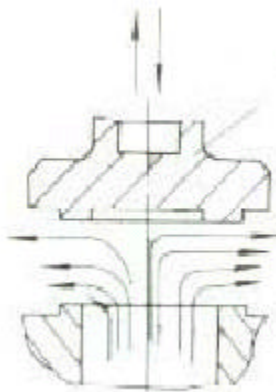

图1-1 截门形
- (1) 按结构特征，即根据关闭件相对应阀座的移动方向可分为：
- A 截门形：关闭件沿着阀座的中心线移动，如图1-1 所示。